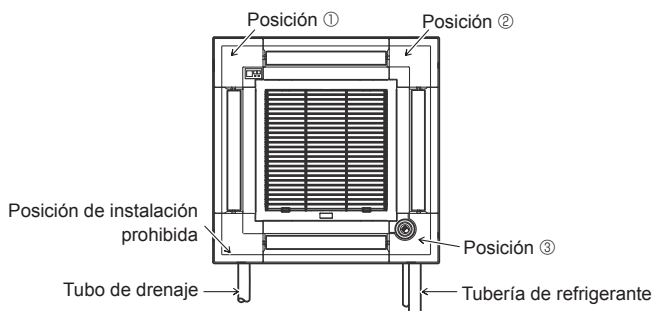

Fig. 9-11
Compruebe que los cables no queden atrapados en la cubierta de la caja eléctrica. Instale el panel angular del receptor de señales al panel y sujételo con el tornillo. El panel angular del receptor de señales no puede instalarse en el lateral del tubo de drenaje de la unidad principal. (Consulte la Fig. 9-11)
- \* Si la posición del i-see Sensor se ha cambiado de la posición por defecto (posición 3) a la otra posición, cambie la configuración de funciones. (Consulte la página 89 y la Fig. 9-11)
- El panel angular del i-see Sensor no puede instalarse en el lateral del tubo de drenaje de la unidad principal. (Consulte la Fig. 9-11)